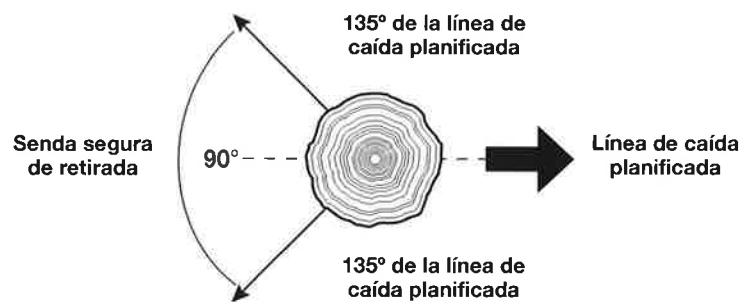

Fig. 10
- Determine una senda de escape rápida y segura. Despeje el área alrededor del árbol y compruebe que no haya obstrucciones que bloqueen la senda de escape. Establezca un corredor de escape en un ángulo de 90° , aproximadamente a 135° de la línea de caída (Fig. 10).